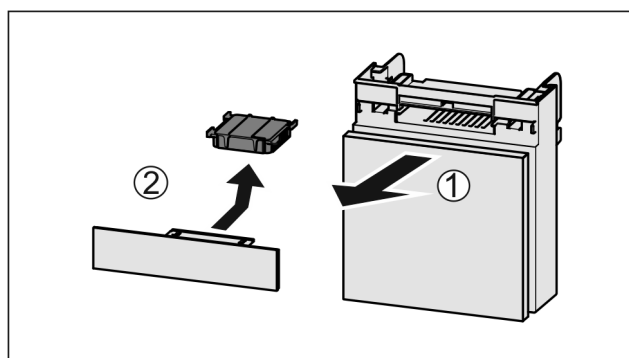

Fig. 168
- Вытянуть Fig. 168 (1) отделение движением вперед.
- Извлечение Fig. 168 (2) фильтра с активированным углем.